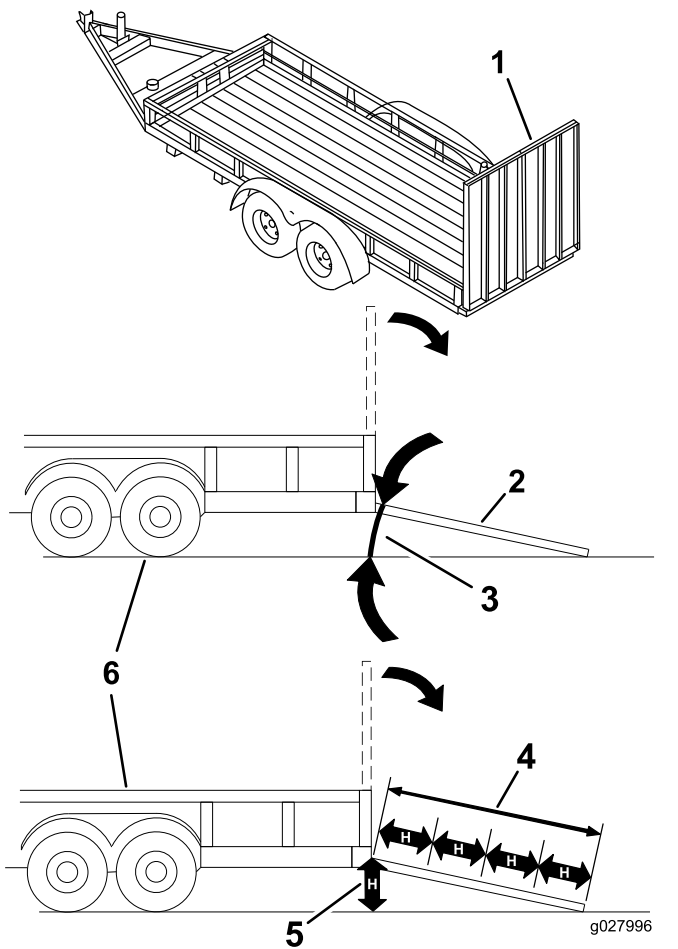

Figure 40
Le chargement de la machine sur une remorque ou un camion augmente le risque de basculement, et donc de blessures graves ou mortelles (Figure 40).
1. Abaissez la rampe pour que l'angle avec le sol ne dépasse pas 15 degrés (Figure 40).